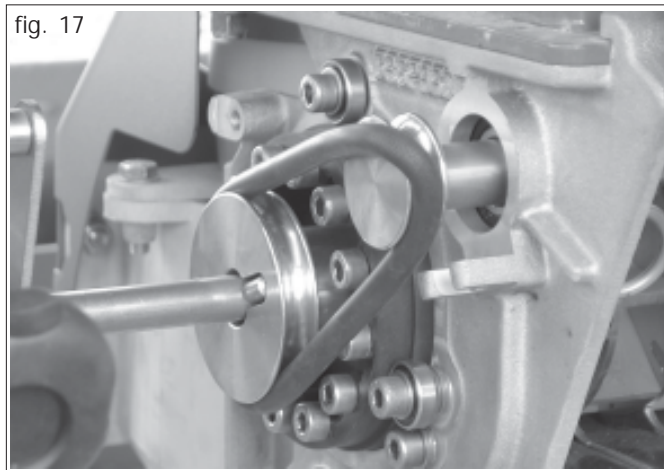

fig. 17
- Zum Abschalten der Rührwelle den Rundriemen über die Kante der Antriebsscheibe heben und auf der Gegenseite das Dosierrad leicht in Förderichtung drehen. Der Riemen springt ab (Abb. 17). (Zum Auflegen des Riemens siehe Abschnitt Dosierrad.)